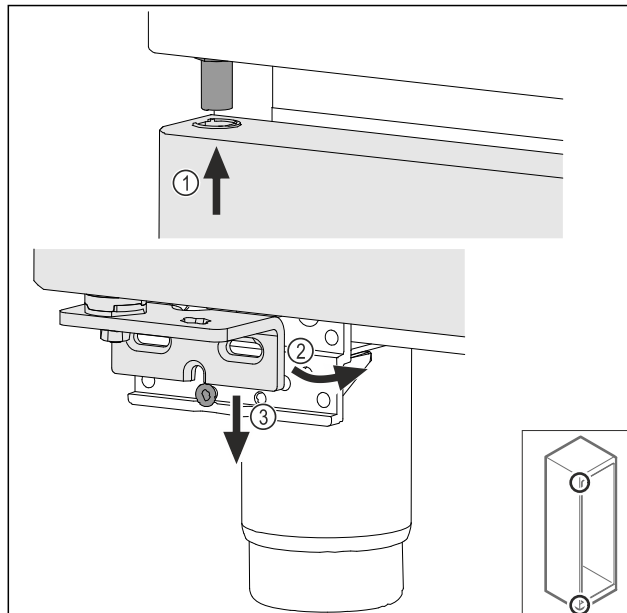

Fig. 70
- ▶ Ievadiet augšā durvis mazliet sagāztā veidā Fig. 70 (1), nolīmeņojiet durvis taisni Fig. 70 (2) un uzlieciet apakšā uz gultņa balsta skrūves Fig. 70 (3).